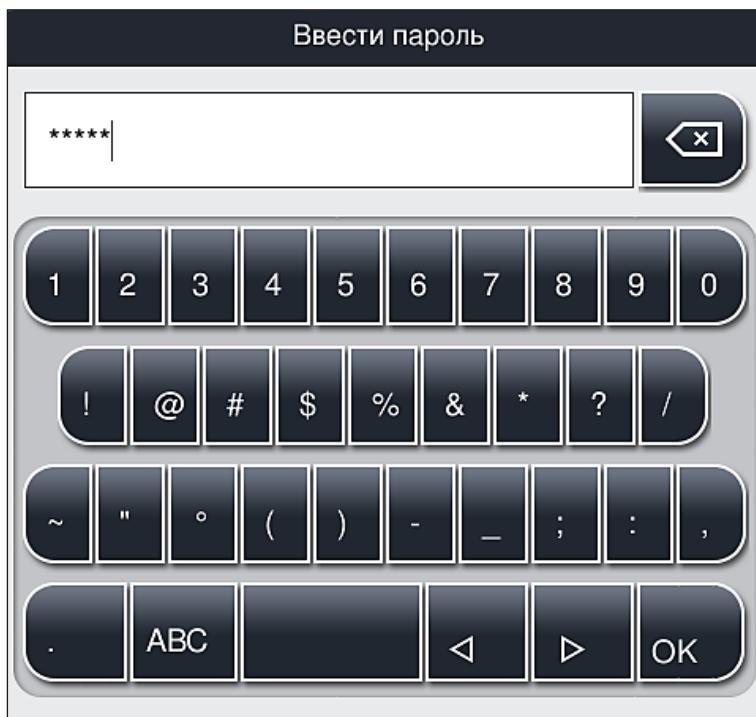

Рис. 25
- 7 Кнопка переключения специальных символов (→ Рис. 25)
- Для ввода специального символа, буквы с диакритикой и т. п., отсутствующих на клавиатуре со специальными символами (→ Рис. 25), удерживайте соответствующую ему обычную кнопку клавиатуры нажатой.